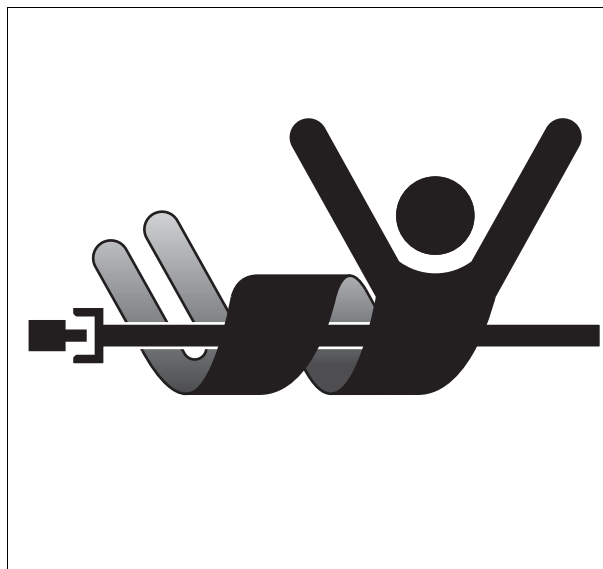

Рис. 7.
- Убедитесь, что на машине установлены все защитные кожухи вала MOM и предупреждающие таблички рис. 7.